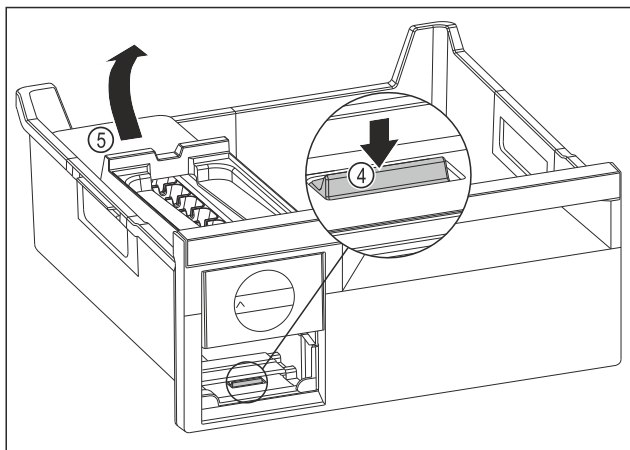

Fig. 157
- EasyTwist-Ice-Korpus entnehmen: Lasche Fig. 157 (4) mit Finger nach unten drücken und gleichzeitig mit der anderen Hand den EasyTwist-Ice-Korpus Fig. 157 (5) von hinten anheben.